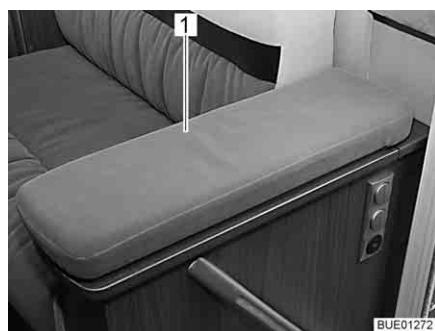
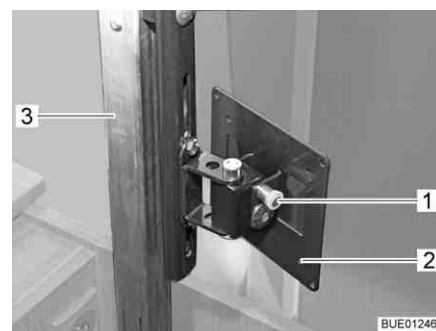

Fig. 62 Scomparto TV
Fig. 63 Meccanismo di sollevamento
- Spingere leggermente verso il basso il coperchio (Fig. 62,1) dello scomparto TV premendo sulla sua parte centrale. La colonnina di espulsione (Fig. 63,3) si sblocca e si sposta verso l'alto.
- Tirare il bottone di sbloccaggio (Fig. 63,1) e inclinare il supporto (Fig. 63,2) con lo schermo piatto nella posizione desiderata.
- Ruotare lo schermo piatto all'indietro nella sua posizione iniziale, finché il supporto (Fig. 63,2) non si innesta nel bloccaggio.
- Spingere in basso la parte centrale del coperchio (Fig. 62,1) opponendosi alla resistenza della colonnina di espulsione (Fig. 63,3) finché il bloccaggio non si innesta.